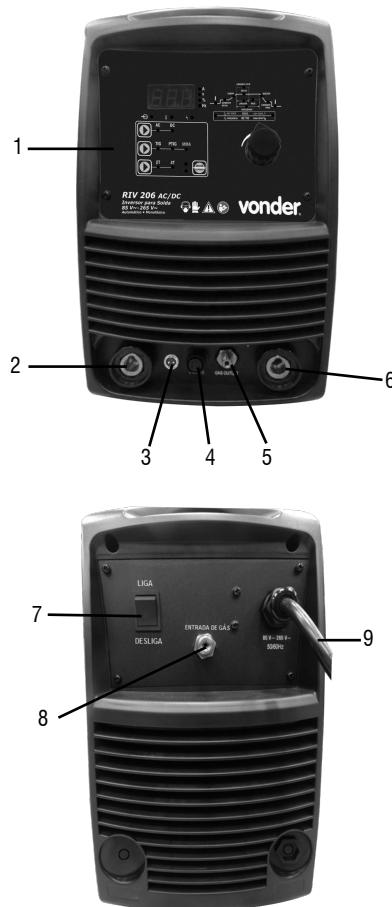

Figura 1 – Componentes
- Coloque a mangueira de gás na conexão de entrada de gás (posição 8 – Figura 1);
Instale o cabo obra no terminal de saída positivo (posição 6 – Figura 1).
- Posicione o conector de engate rápido da tocha no terminal de saída negativo (posição 2 – Figura 1) e, em seguida, gire o conector no sentido horário;
- Conecte o cabo de comando da tocha no conector (posição 3 – Figura 1);
- Conecte a mangueira de gás da tocha na conexão da saída de gás (posição 5 – Figura 1);
Ligue o equipamento através do interruptor liga/desliga (posição 7 – Figura 1).